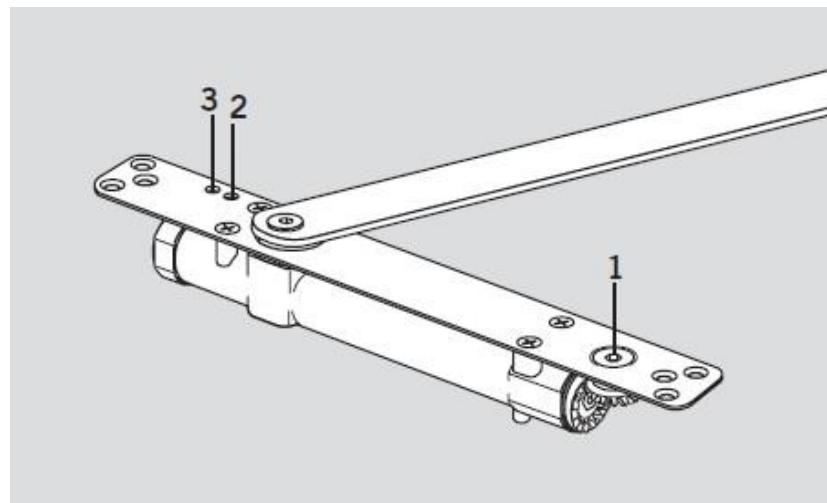

Рис. 6. Порядок регулировки ITS96.
5. Установите рычаг на шпиндель доводчика. Отрегулируйте скорость закрывания клапаном 2 (см. рис. 6)